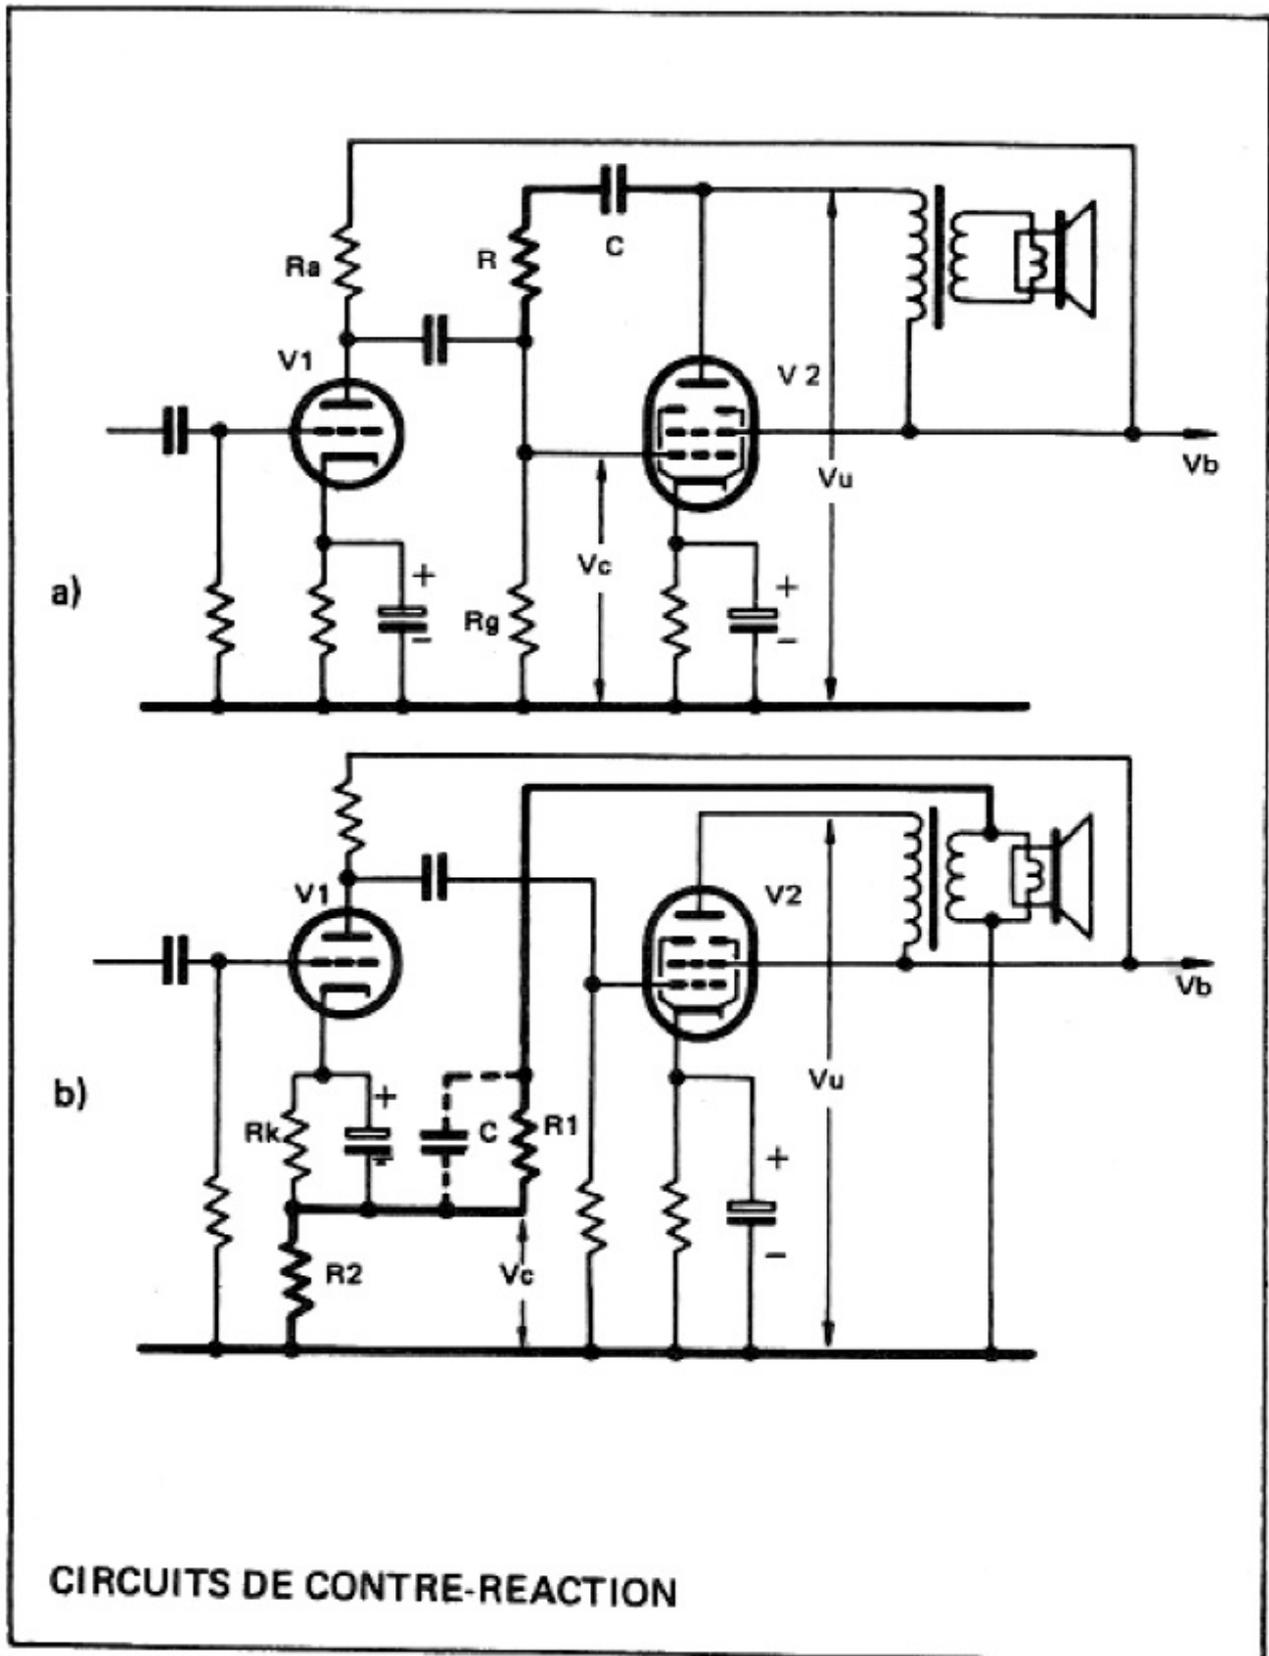

Figure 1
Calcul du coefficient de contre-réaction, connaissant la valeur de la tension ramenée à l'entrée de l'amplificateur et la valeur de la tension de sortie (figure 1).
V_c = tension ramenée à l'entrée (figure 1)
V_u = tension de sortie (figure 1)
La figure 1 représente deux schémas d'amplificateurs BF dotés de circuits de contre-réaction différents.
Le circuit de contre-réaction (figure 1-a) est constitué par la résistance R et le condensateur C reliés en série entre la plaque et la grille de commande du tube final V2.
Le circuit de contre-réaction (figure 1-b) est constitué par les deux résistances R1 et R2 reliées en série entre le secondaire du transformateur de sortie et la cathode du tube V1. Eventuellement, on peut brancher un condensateur en parallèle sur R1.
Le gain de tension d'un étage final (figure 1-a) peut se calculer en effectuant le rapport de la tension de sortie mesurée (V_u) sur la tension d'entrée mesurée.
Pour un amplificateur constitué de deux ou plusieurs étages (figure 1-b), on procède d'une façon analogue.
a) L'étage final de l'amplificateur (figure 1-a) a un gain égal à 20. Celui-ci est égal à 10 avec la contre-réaction. Calculez le coefficient de contre-réaction.
b) L'amplificateur (figure 1-b) a un gain de 2000. Avec la contre-réaction, il tombe à 10 % de sa valeur initiale, soit à 200. Déterminez le coefficient de contre-réaction.
Pour calculer le circuit de contre-réaction, on utilise soit la formule 213 s'il s'agit du circuit de la figure 1-a ou la formule 214 s'il s'agit du circuit de la figure 6-b.
Calcul de la résistance de contre-réaction R (figure 1-a) connaissant les valeurs de la résistance anodique R_a , de la résistance interne du tube V1, et du coefficient de contre-réaction.
Calcul de la résistance de contre-réaction R_1 (figure 1-b), connaissant les valeurs du coefficient de contre-réaction, de la résistance R_2 et du rapport de transformation du transformateur de sortie.